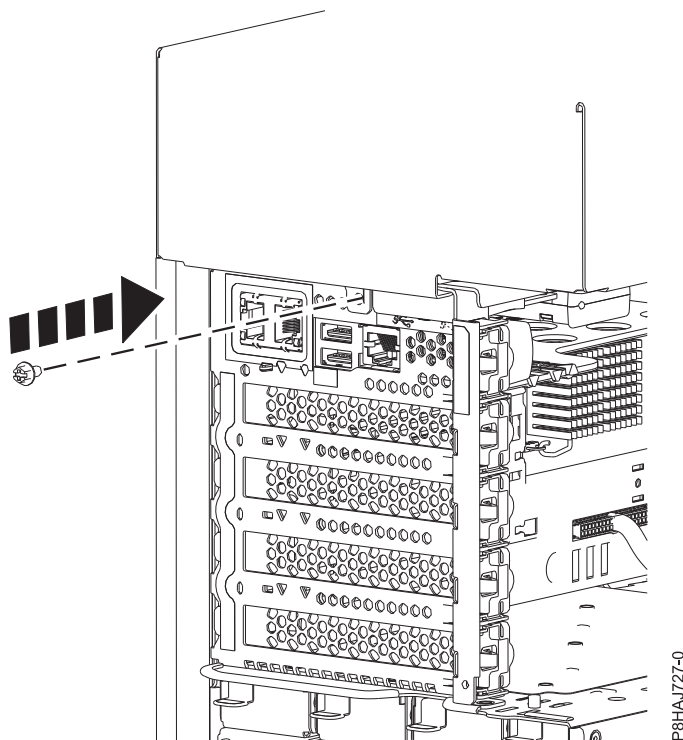

Figura 22. Instalar o parafuso da tampa lateral 8286-41A
5. Instalar o parafuso posterior da tampa lateral com uma chave de fendas Phillips, tal como é demonstrado em Figura 22 na página 44.